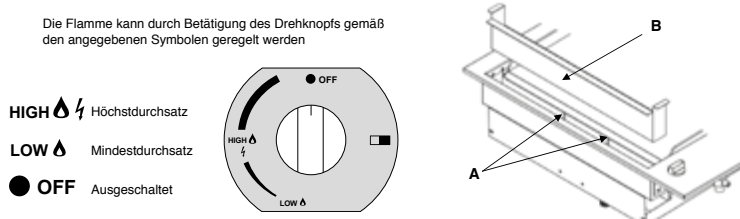

FIG. 4
- Man kann den eingeschalteten Brenner durch die Öffnungen (A) sehen, die nach Entfernen der Ölsammelschublade (B) sichtbar werden. (siehe ABB.4)